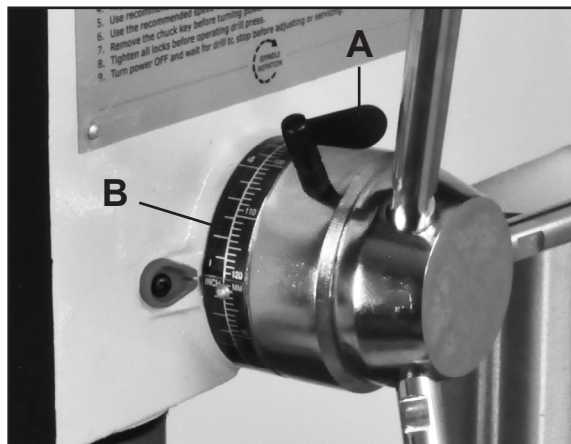

Figura 17
1. Afloje el tornillo de bloqueo del collar del tope de profundidad (#6D) que se extiende desde el eje. (Figura 17, A).
3. Gire el collar del tope de profundidad en el sentido de las manecillas del reloj hasta que el collar se detenga (Figura 17, B).
2. Gire el collar del tope de profundidad en el sentido de las manecillas del reloj hasta que el puntero indique la profundidad deseada de perforación en la escala (Figura 17, B).